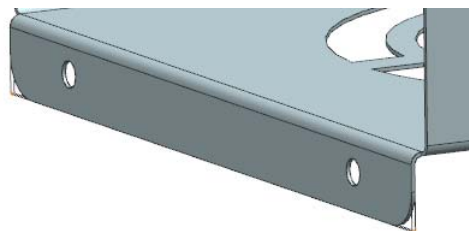

图 7-151 选择要倒角的边
(2) 在视图中选择如图 7-151 所示的弯边棱边为要倒角的边。